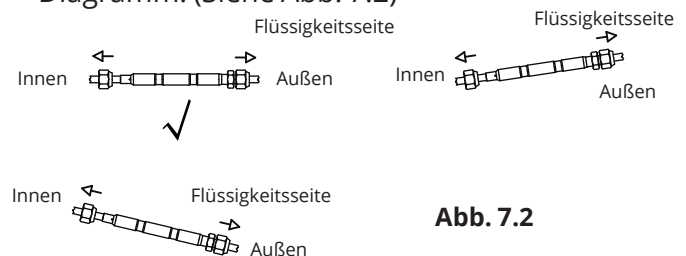

Abb. 7.2
- Nehmen Sie bei der Installation Bezug auf das Diagramm. (Siehe Abb. 7.2)